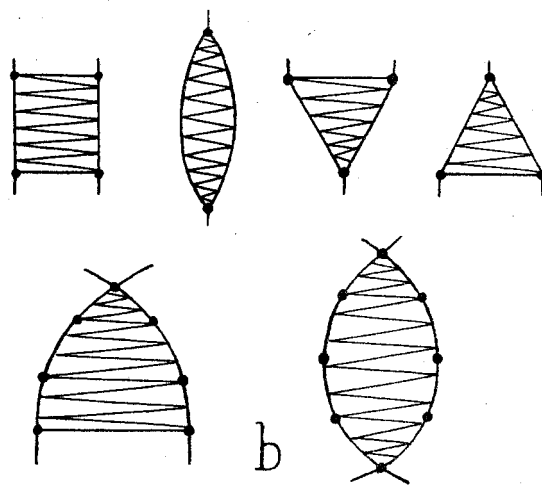

Fig. 33. — Patron des divers points d'esprit.
On peut aussi disposer deux points d'esprit triangulaires l'un à la suite de l'autre en les unissant par la pointe. Il existe enfin des points d'esprits de 6 ou 8 fils. Leur confection est longue et difficile. Il est bon d'en soutenir la forme par quelques épingles (fig. 33 *b*).
**Patrons.** — Le patron des points d'esprit se dessine comme l'indique la figure 33.